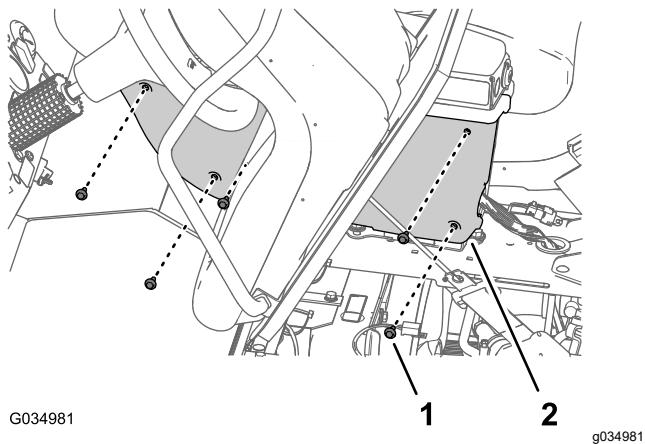

Figura 103
- Monte la tapa en la consola central con los 5 pernos con arandela prensada ($\frac{1}{4}'' \times \frac{3}{4}''$) que se retiraron anteriormente (Figura 103), y apriete los pernos a 520-678 N·cm (46-60 pulgadas-libra).